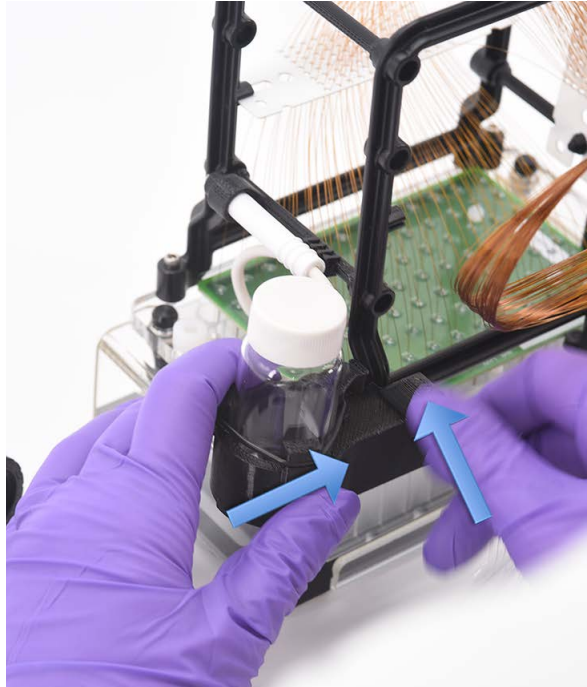

Abbildung 104 Installation der Array-Spindel-Aufbewahrungsvorrichtung
- 7 Schieben Sie die Array-Spindel-Aufbewahrungsvorrichtung auf den Seitenarm des Capillary Array links vom Capillary Array-Fenster und ziehen Sie die Sperrschraube wie in **Abbildung 104** gezeigt fest.